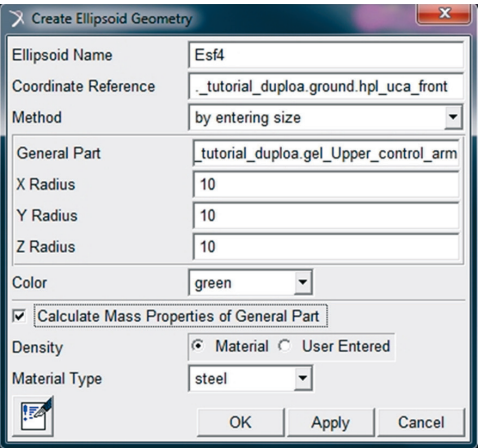

Figura 5.47 – Preenchimento da caixa de diálogo para criação da quarta esfera.
- Preencha a janela *Create Ellipsoid Geometry*, de acordo com a Figura 5.47.